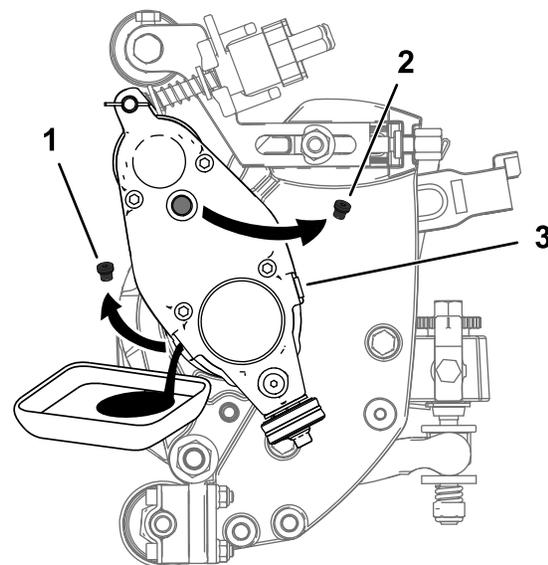

Figura 26
5. Incline a unidade de corte verticalmente até que a porta de drenagem fique na parte inferior para assegurar a drenagem completa (Figura 26).